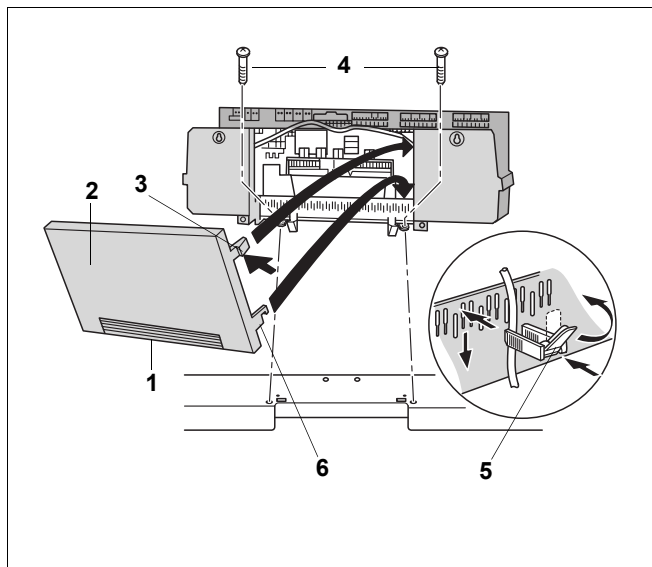

Fig. 15 Fjernelse af bagvæg
- Fastgør instrumentpanelets sokkel indvendigt til højre og venstre i kabelgennemgangen på den forreste kedelkappe med 2 pladeskruer (fig. 15, **pos. 4**).
Fjern om nødvendigt den forstansede udbrydningsdel (ved at brække eller skære den af) (fig. 15, **pos. 1**) på instrumentpanelets bagvæg (fig. 15, **pos. 2**).
- Sæt kabelspændebåndene med isat tilslutningskabel i spændebåndsrammen, og fikser kablet ved at vippe fligen over (fig. 15, **pos. 5**).
- Isæt de to nederste kroge (fig. 15, **pos. 6**) til højre og venstre på bagvæggen (fig. 15, **pos. 2**) med slidsen i overkanten af spændebåndsrammen.
- Tryk de to øverste elastiske indskydningskroge (fig. 15, **pos. 3**) lidt indefter (pil), og læg bagvæggen (fig. 15, **pos. 2**) i, så de to kroge går i indgreb.